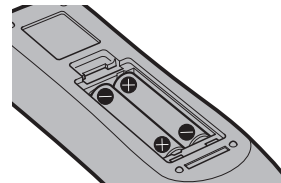

Abb. 2
- 2) Legen Sie die Batterien ein und schließen Sie die Abdeckung (Legen Sie die Seite „“ zuerst ein) (Abb. 2)